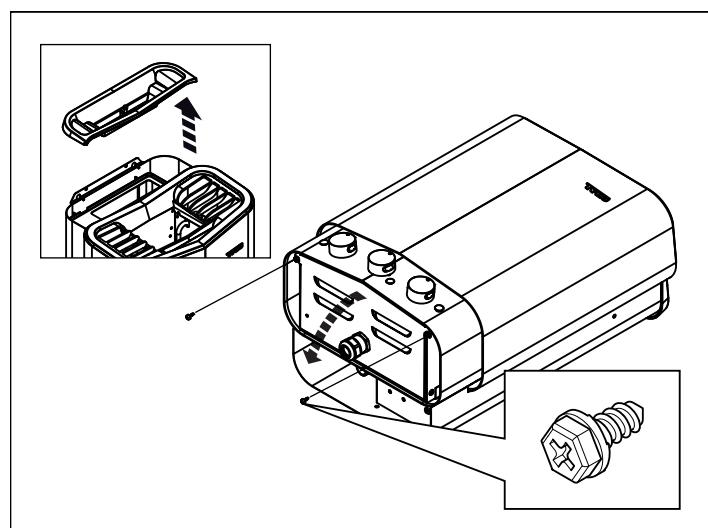

Fig 5: Öppna/stänga luckan
1. Ta bort locket till vattentanken och lägg aggregatet med fronden upp (se Fig 5).
2. Lossa skruvarna och öppna luckan (se Fig 5).
4. Stäng luckan och skruva i skruvarna, (se Fig 5).